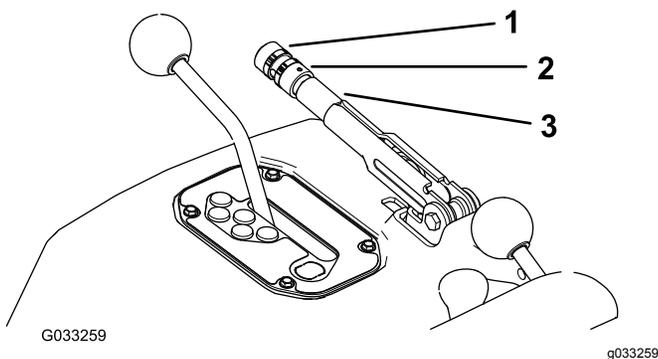

Рисунок 75
2. Ослабьте установочный винт, который крепит рукоятку к рычагу стояночного тормоза (Рисунок 75).
3. Поворачивайте рукоятку (Рисунок 75) до тех пор, пока усилие, требуемое для активации рычага, не достигнет 20–22 кг.
4. По окончании регулировки затяните установочный винт (Рисунок 75).